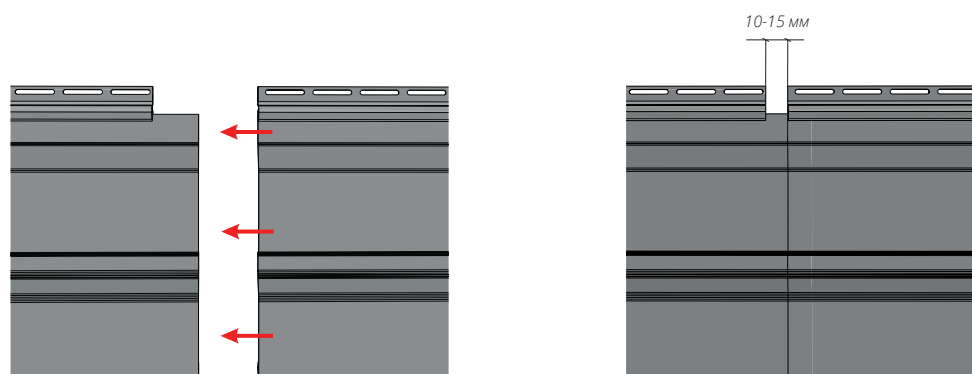

Рисунок 85
- 19.6** Сайдинг возможно соединять внахлест (рис. 85), но при таком соединении будет заметен стык панелей, в процессе эксплуатации возможно будет виден зазор между панелями. Чтобы исключить неэстетичное соединение, необходимо использовать Н- профиль. **Производитель НЕ РЕКОМЕНДУЕТ осуществлять монтаж внахлест.**